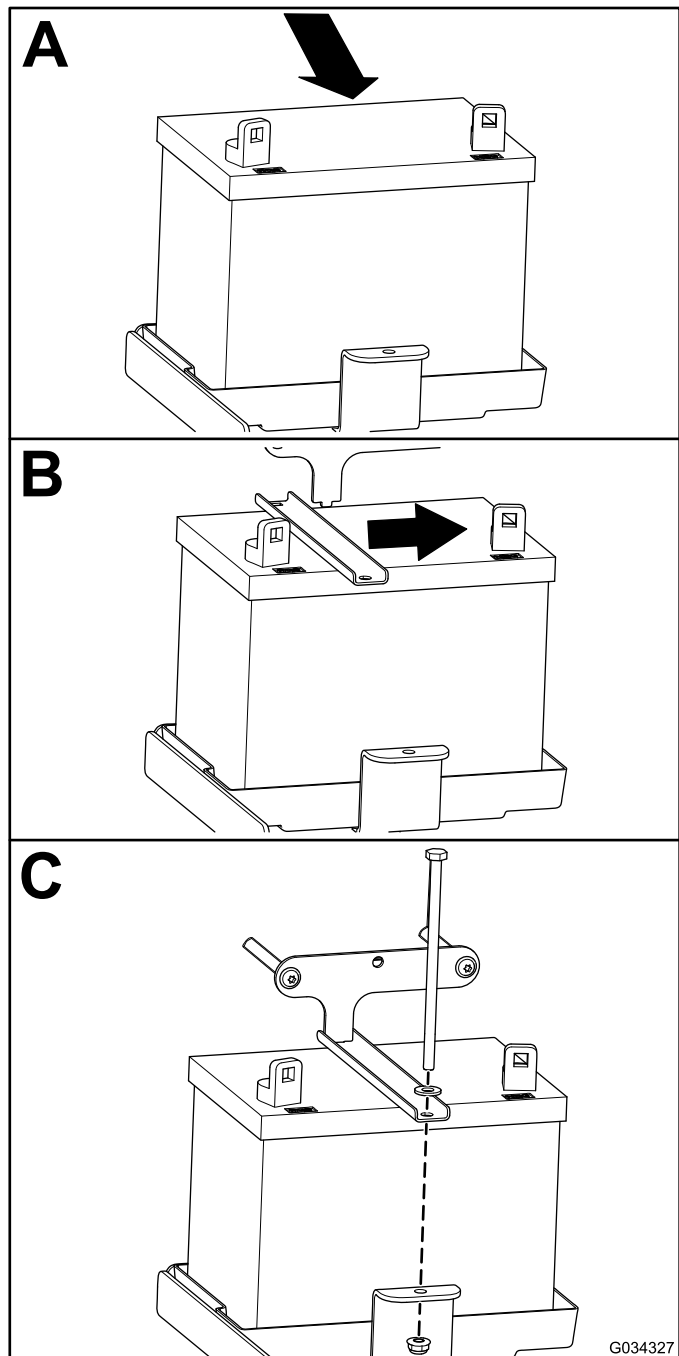

Figura 49
1. Instale la batería, tal y como se muestra en Figura 49.